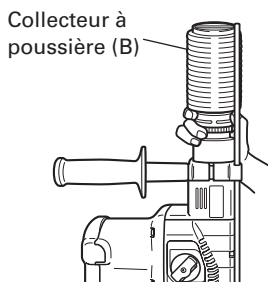

Fig. 4
7. Lors de l'installation de la capuchon à poussière ou du collecteur de de poussière (B) (accessoires en option) (Fig. 3, Fig. 4)
- Pose du collecteur à poussière (B)
Lors de l'utilisation du collecteur à poussière (B), l'insérer par le bout du foret en l'alignant avec la rainure sur la poignée. (Fig. 4)